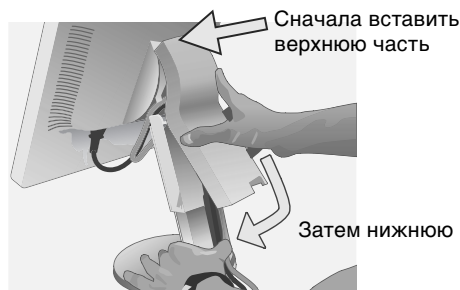

Рисунок D.1
9. Плотно прижмите кабели и установите крышку отсека распределения кабелей на подставке (**Рисунок D.1**). Чтобы снять крышку кабельного отсека, поднимите ее, как показано на **рисунке D.2**.